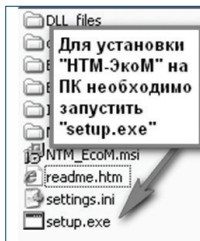

Рисунок 6
8.2.14.2 Запустить файл setup.exe, записанный на CD (рисунок 6), и следовать дальнейшим инструкциям на экране ПК (нажимать кнопку «Далее»).